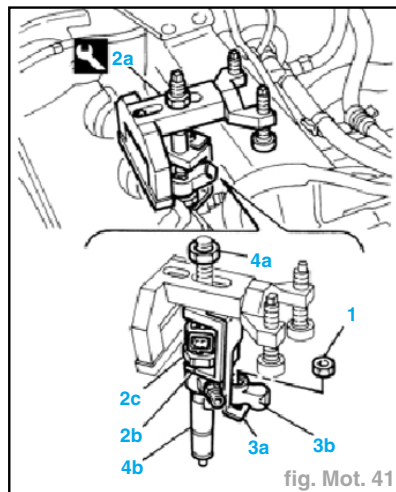

fig. Mot. 41
- Dévisser les écrous de fixation (1) des étriers de support injecteurs (fig. Mot. 41).